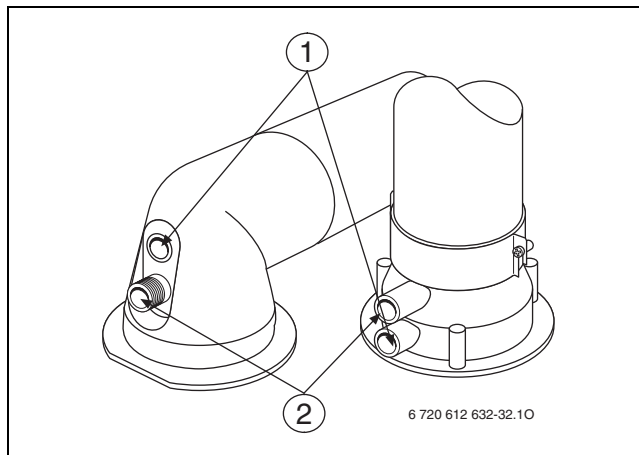

Fig. 64
- ▶ Îndepărtați dopurile de închidere de la tubulatura de măsurare a aerului de ardere (2) (→ Fig. 64).
- ▶ Îndepărtați dopurile de închidere de la tubulatura de măsurare a gazului ars (1) (→ Fig. 64).